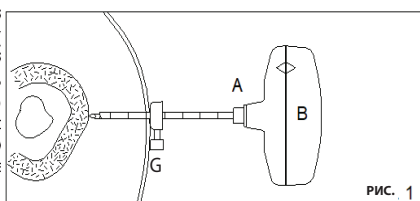

РИС. 1
РИС. 1 В зависимости от глубины кости, к которой нужен доступ, отрегулируйте глубиномер (G) на режущей канюле (A) до соответствующей сантиметровой отметки и затяните, чтобы обеспечить визуальную направляющую. Вводите, поворачивая собранную режущую канюлю и стилет с трокарным наконечником (A+B) против часовой стрелки до контакта с костной поверхностью. Примечание 1: Для защиты мягких тканей во время ввода необходимо применять вращение против часовой стрелки. Примечание 2: После проверки размещения и угла, канюлю и стилет (A+B) можно вращать по/против часовой стрелки и мягко надавить, чтобы зафиксировать в кости.